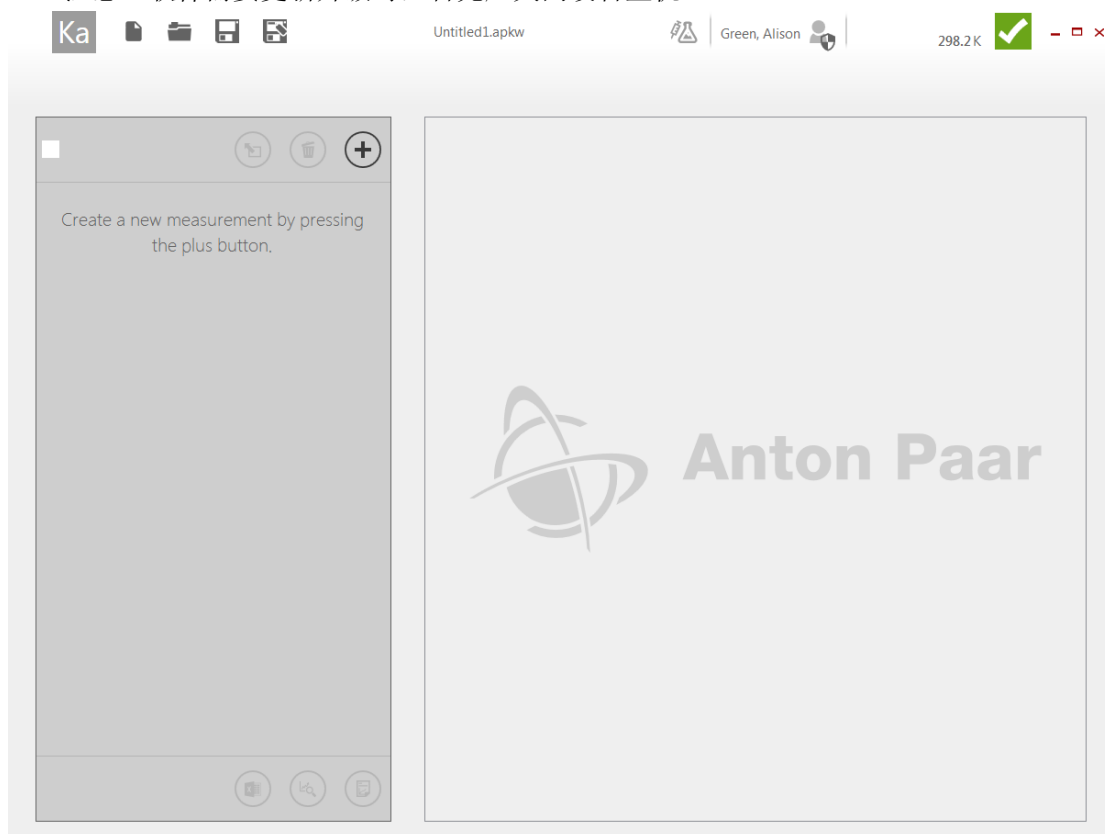
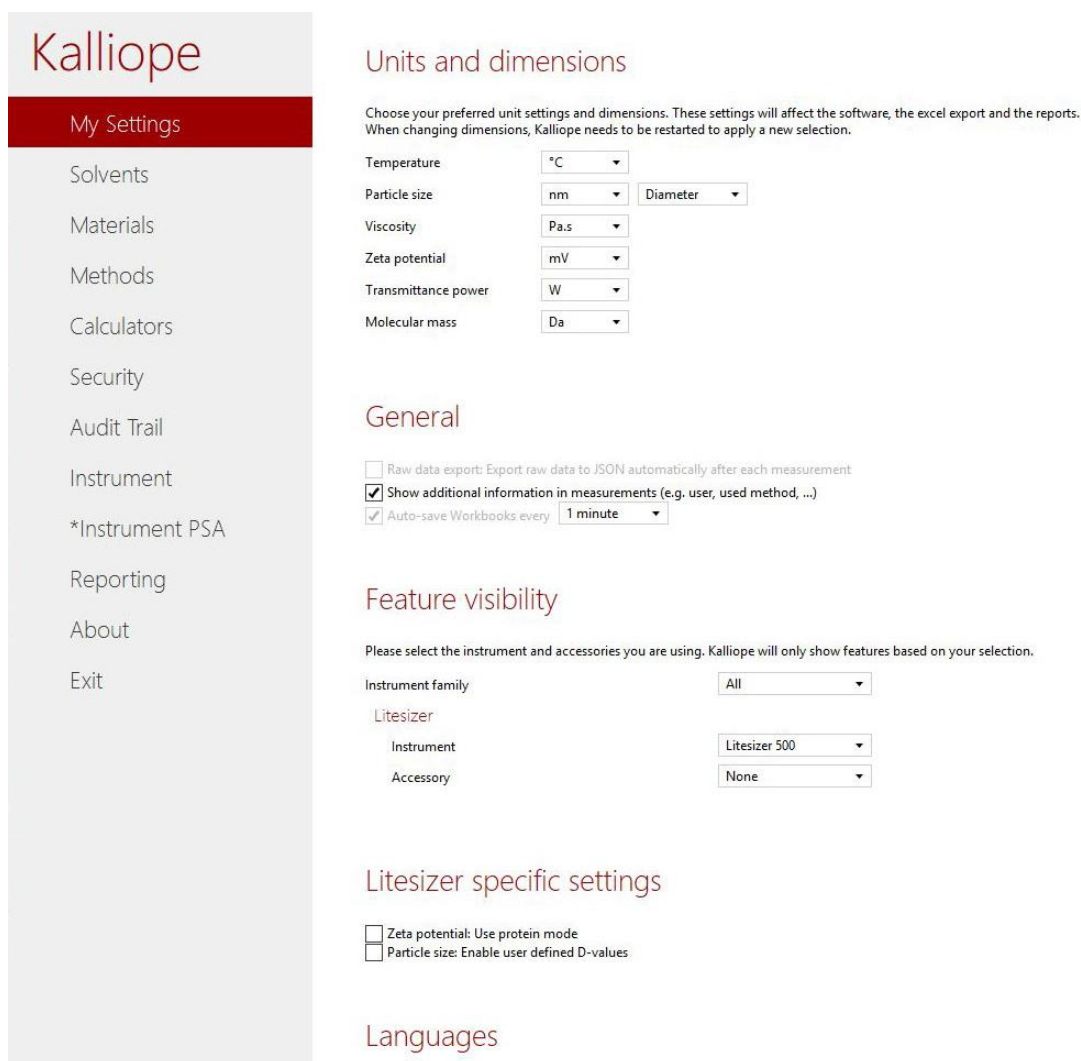

图 15： Ka 启动页面
图 16: Ka 页面
软件页面如图 15 所示，计算机与设备主机连接成功后，右上角有绿色小对勾提示。
点击页面左上角“Ka”按钮，打开 Ka 页面（图 16），点击“my settings”打开图 16 页面，在此页面上，用户可以根据自己的习惯对参数以及参数的表征单位，语言等进行设置，更改后的参数需要重启才能生效。再次点击“Ka”可以返回测量页面（图 15）。
- Kalliope 初始界面（图.15）点击<+>号按钮创建一个新的测量。选择粒径(图.34).